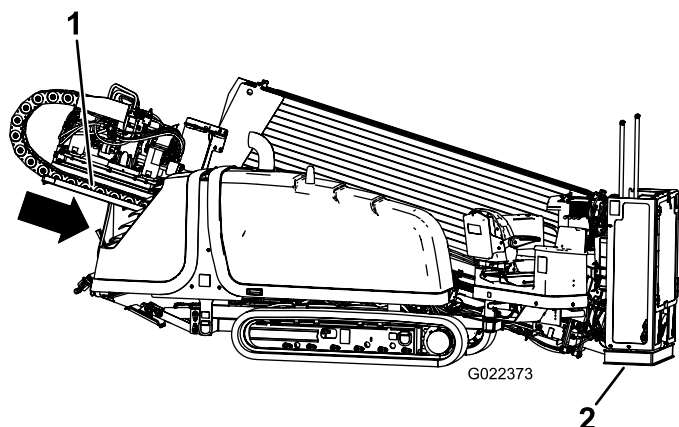

Figure 78
9. Abaissez le cadre de poussée en inclinant le cadre de la foreuse jusqu'à ce que la plaque touche le sol (Figure 78).